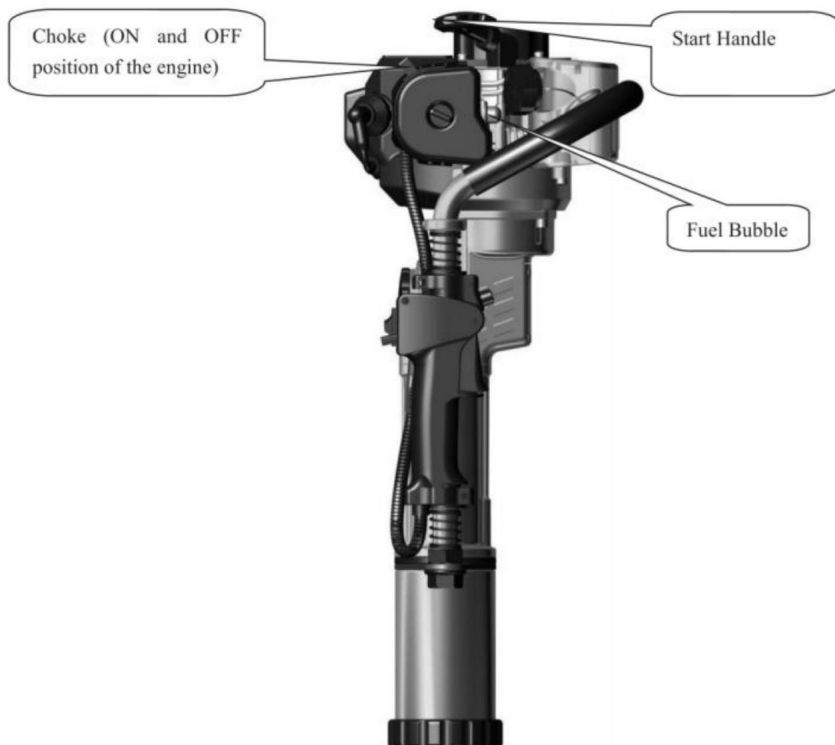

Fig 4
5.1 Prima di avviare la nuova macchina, premere ripetutamente la bolla trasparente e semicircolare del carburante (Fig.4) fino a riempire il carburatore di carburante. (Se il motore è freddo, chiudere lo sportello dell'aria. Aprire lo sportello dell'aria dopo l'avvio.)
5.2 Posizionare la macchina in posizione verticale secondo la Fig.4. Tenere la parte superiore della maneggiare saldamente con una mano mentre con l'altra si tira la maniglia di traino avviamento per oltre 50 cm velocemente. Non lasciare che la maniglia di traino rientri liberamente tirare ripetutamente ma tenerlo stretto per evitare lesioni derivanti da una rapida estrazione resilienza.